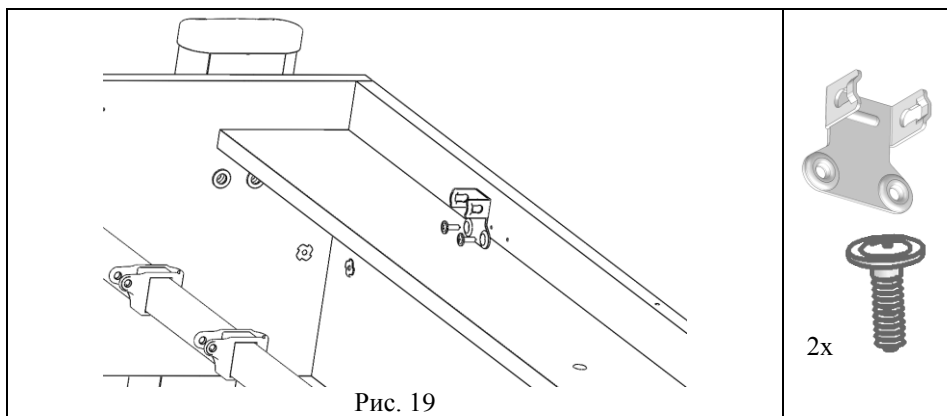

Рис. 19
5.4.1. К сборке по п.5.3.3. прикрутить кронштейн нижний (поз. 2, пакет № 9а) при помощи саморезов с прессшайбой (поз. 2, пакет № 158), см. рис. 19.